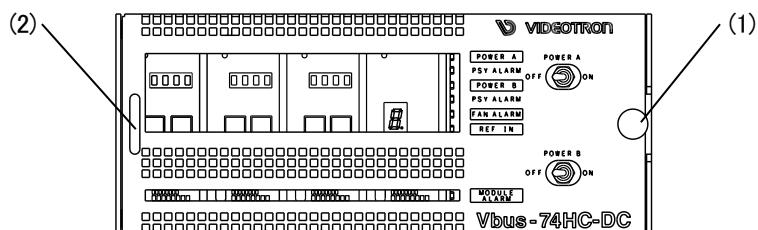

図 7-1 前面
(1) 前面パネルを取り外します。
- ・前面パネル固定用ネジ 図 7-1 (1) を十分に緩め、左側の取手 図 7-1 (2)を持ちながら前面パネルをゆっくり右斜め手前に引いてカバーを取り外します。